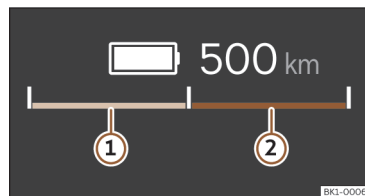

Fig. 21 Sur le combiné d'instruments numérique : indicateur de puissance (représentation schématique).
À l'aide de la barre divisée en deux, l'indicateur de puissance indique en permanence la disponibilité de la récupération d'énergie au freinage >>> **fig. 21 ①** (vert) sur le côté gauche et la disponibilité de la propulsion >>> **fig. 21 ②** (bleu) sur le côté droit.